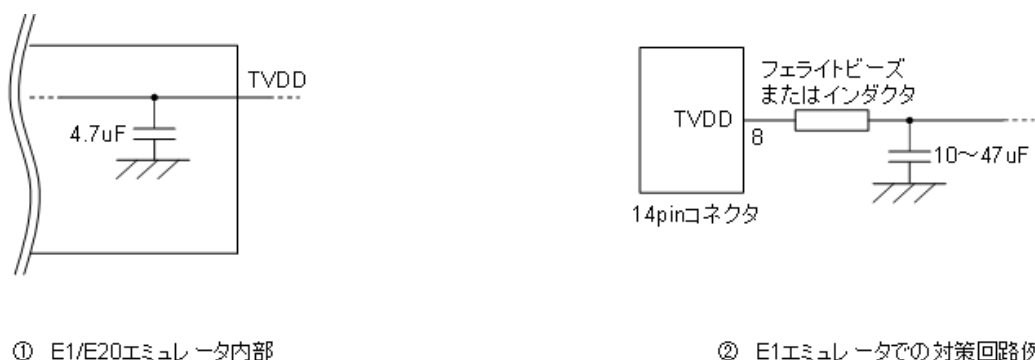

図 2-7 ホットプラグイン向け対策回路
図 2-7 ①のように E1 エミュレータの 8 番ピンには、エミュレータ内部で 4.7 μ F のコンデンサが付いているため、ホットプラグイン接続を行う場合はユーザシステム上の電源電圧が一瞬低下する場合があります。この電圧降下により MCU リセットが発生する可能性があります。図 2-7 ②に示すように、エミュレータ接続コネクタの TVDD ラインの直近にフェライトビーズ (またはインダクタ) と低 ESR で大きめのコンデンサを付けることで症状を軽減することができますが、本対策は、電圧降下を完全に改善するものではありません。なお、ホットプラグイン接続はデバッグ時のみ有効な機能であり、本機能を使用する場合は、別売のホットプラグインアダプタが必要です。